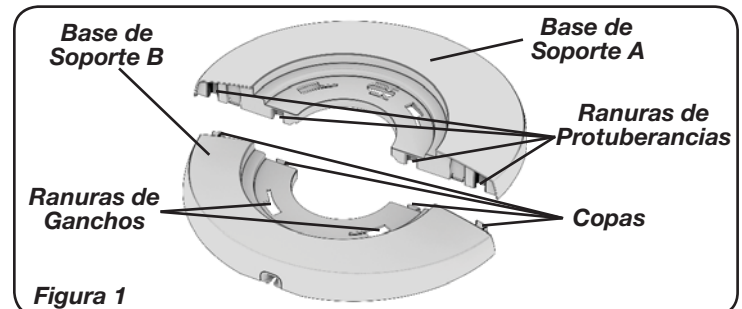
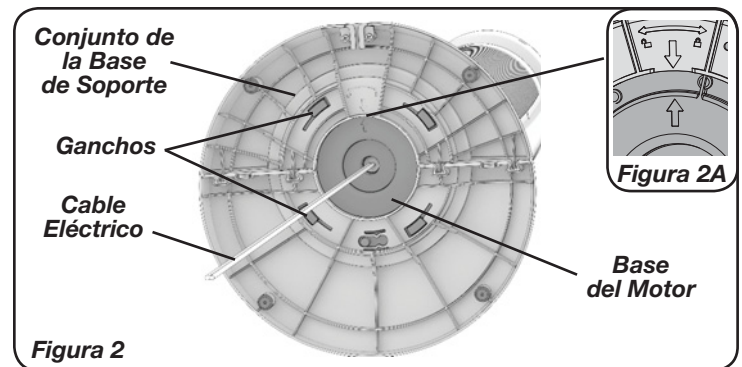

Figura 1
Figura 2
2. Ensamble las mitades de la base de apoyo al interconectar las **Protuberancias** en la **Base de Apoyo B** en las **Ranuras de la Protuberancia** en la **Bbase de Apoyo A**. (Figura 1)
3. Alinee la **Montura de la Base** de apoyo con la **Base del Motor**. Introduzca el cable eléctrico a través del orificio grande en el centro de la montura de la base de apoyo. Asegúrese de alinear las **Ranuras de los Ganchos (Figura 1)** en la **Montura de la Base** de apoyo con los **Ganchos** en la **Base del Motor**. La flecha de alineación en la montura de la base de apoyo debe estar alineada con la flecha de alineación en la **Base del Motor (Figura 2 y Figura 2A)**.